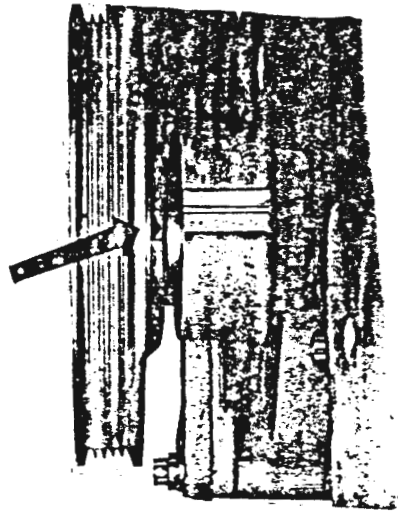

Fig. 6.
- a. Ventildekslene tas av og motorens veivaksel dreies med urviseren (sett forfra mot vibrasjonsdemper) inntil "B" merket på remskiven, fig. 6 og 7, kommer overrett med merket på registerdekslet.